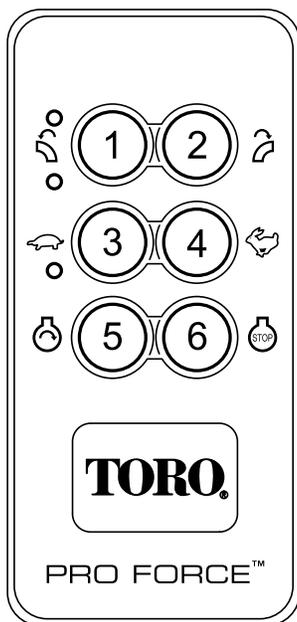

Bild 11
4. Der Motorstart wird nur aktiviert, wenn Sie die Starttaste drücken und der Motor im Startmodus ist. Der Motor kann nur gestartet werden, wenn die folgenden den Motorstart aktivierenden Schritte ausgeführt wurden (Bild 11).